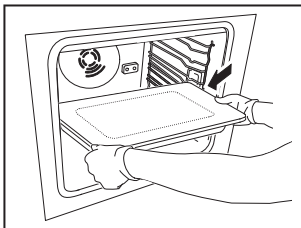

Fig. 1
1. Utilisez vos deux mains pour placer la plaque à induction correctement sur le troisième gradin (Fig. 1).